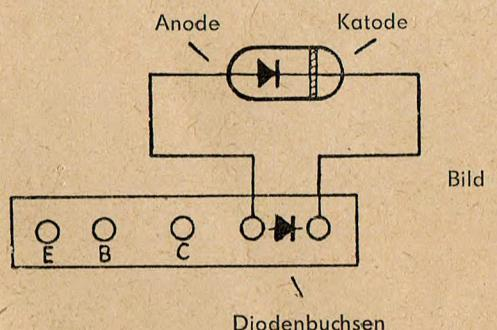

Bild 1
Die zu prüfende Halbleiterdiode ist so anzuschließen, daß die Katode, welche meist durch einen Farbring oder Farbpunkt am Diodengehäuse gekennzeichnet ist, an jener Buchse des Buchsenpaars (4) liegt, welche durch das die Ventilwirkung charakterisierende Symbol als Katodenanschluß anzusprechen ist (siehe Bild 1).